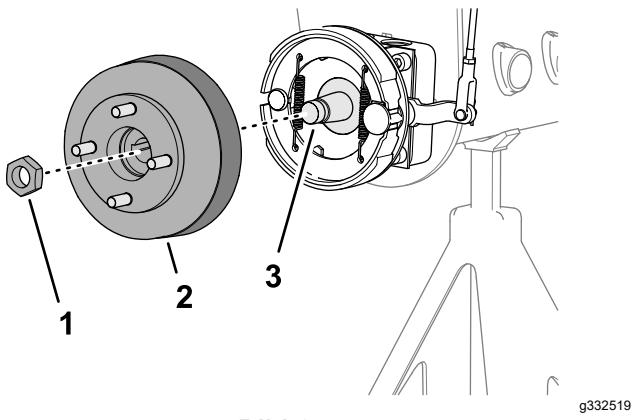
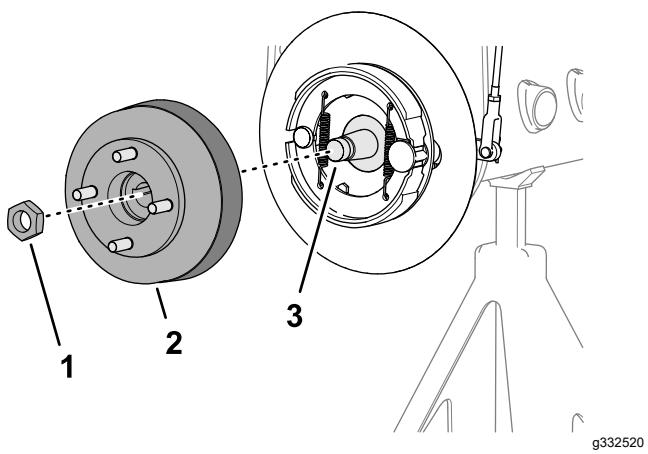

Bild 64
Bild 65
1. Entfernen Sie die Sicherungsmutter, mit der die Nabe an der Radmotorwelle befestigt ist (**Bild 64** oder **Bild 65**).
- 4. Verwenden Sie den angegebenen Radnabenabzieher, um die Radnabe und die Bremstrommel von der Radmotorwelle zu entfernen (Bild 64 oder Bild 65).